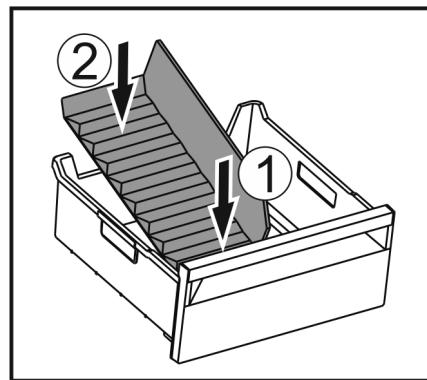

Fig. 139
- Vložte prednú časť oddelovača zásuvky na ľad. Fig. 139 (1)
► Spusťte zadnú časť oddelovača zásuvky na ľad až na dno zásuvky. Fig. 139 (2)